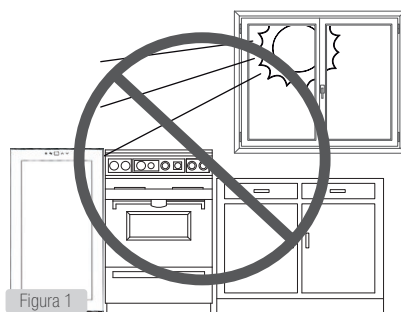

Figura 1
- 4 Ubique el equipo lejos de fuentes de calor como hornos, estufas y radiadores. Evite la exposición solar directa, ya que puede dañar los materiales utilizados y así incrementar el consumo de energía. Las temperaturas ambientales de frío extremo también pueden afectar el correcto funcionamiento del equipo. Nunca se debe exponer a eventuales chorros o salpicaduras. (Figura 1)